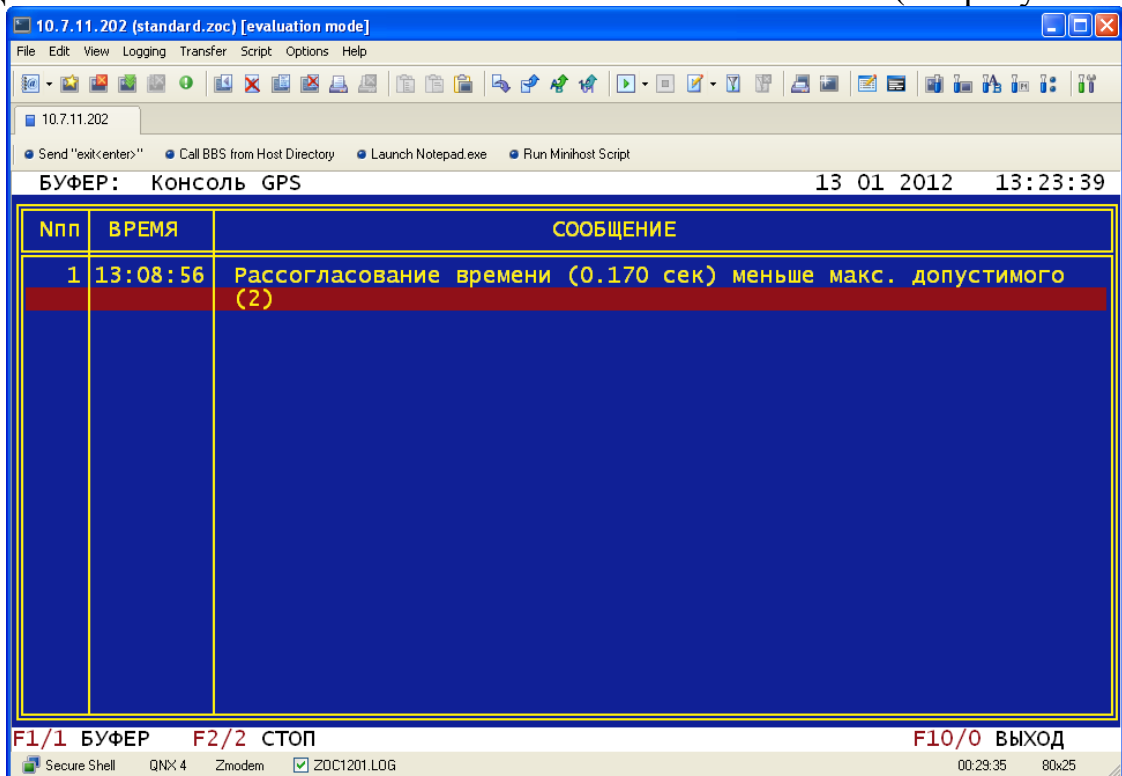

Рисунок 6
2.3.1.15 Убедиться, что данные от УССВ-2 принимаются. Проверить прием данных в реальном времени с интервалом 15 минут через консоль /* НАЛАДКА -> ВИРТУАЛЬНЫЕ КОНСОЛИ -> Консоль GPS */ (см. рисунок 6).